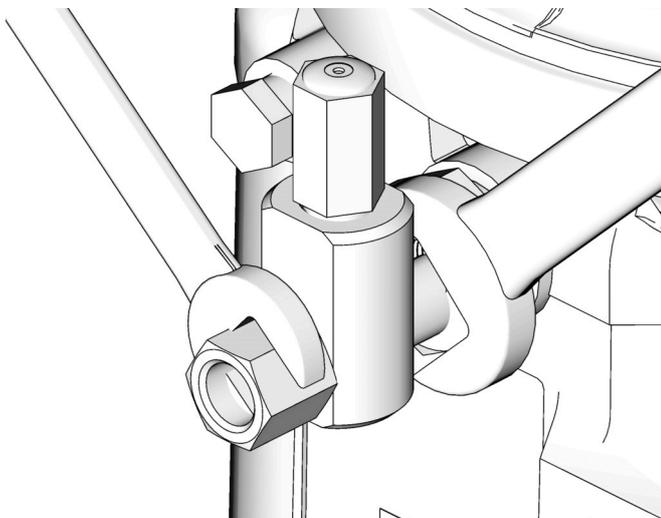

Рис. 6
- При подключении любого оборудования к патрону насоса или вспомогательным фитингам обязательно пользуйтесь двумя ключами, поворачивая их в противоположные стороны. Пример см. на Рис. 6.